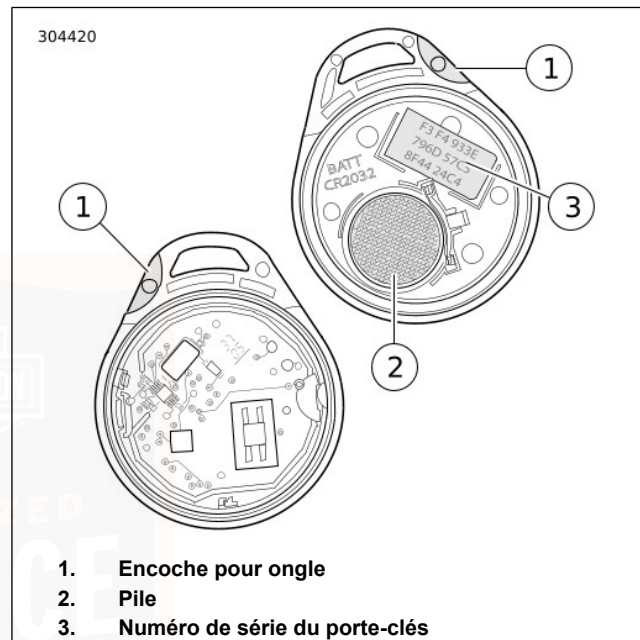

Figure 22. Pile du porte-clés à mains libres
1. Voir Figure 22. Tourner lentement une lame mince dans l'encoche pour ongle (1) sur le côté du porte-clés pour séparer les deux moitiés.
2. Retirer la pile (2) et la jeter.